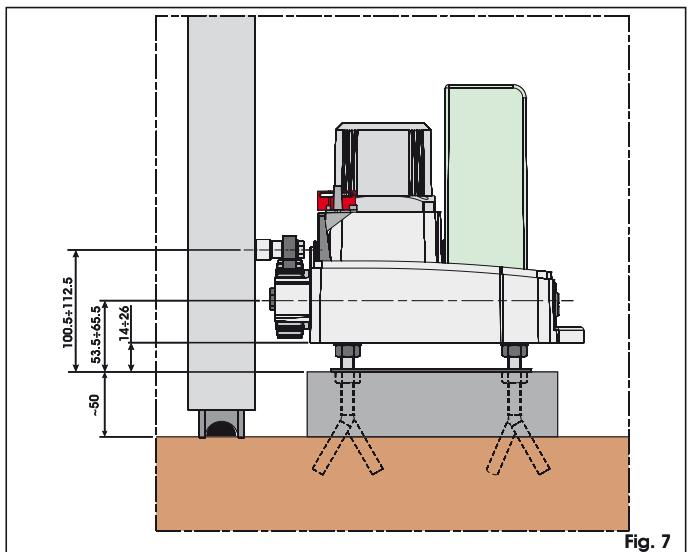
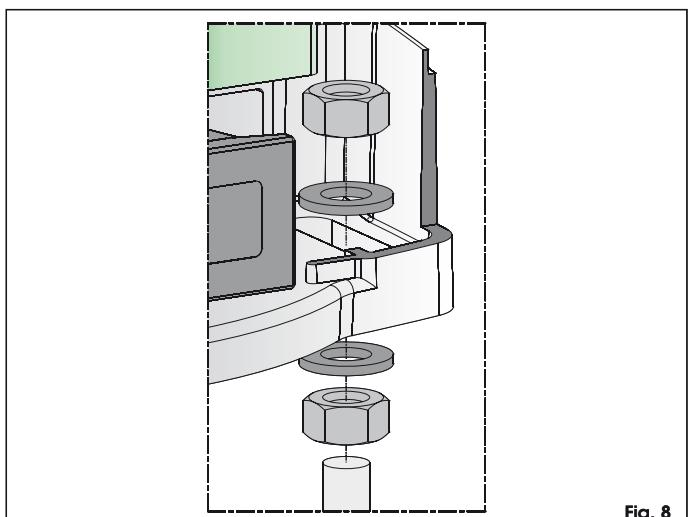

Fig. 7
Fig. 8
- On conseille de placer la plaque sur une base en béton à environ 50 mm du sol (fig. 7).
7. Fixer l'opérateur sur la plaque de fondation avec les vis et les rondelles fournies d'après la fig. 8. Le positionnement de l'opérateur est illustré dans la fig. 7. Durant cette opération, faire passer les câbles électriques à travers le trou spécifique présent sur la base du corps du motoréducteur.